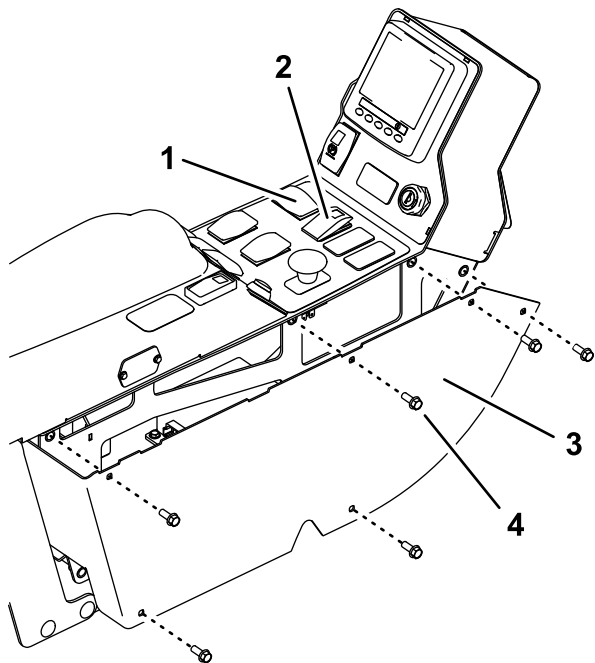

Figura 3
1. Rimuovete i 6 bulloni dalla consolle e rimuovete il pannello (Figura 3).
2. Scollegate i connettori dall'interruttore delle luci di emergenza e l'interruttore degli indicatori di direzione (Figura 3).
7. Montate il quadro (Figura 3).